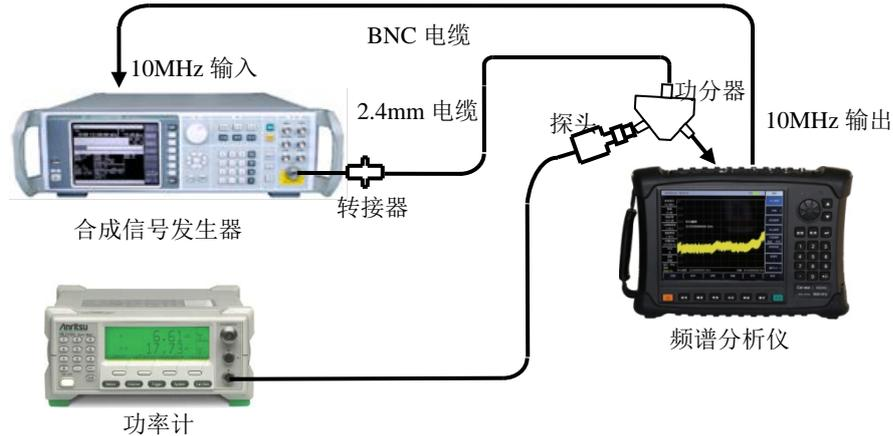

图 13-15 参考电平不确定度与刻度保真度测试设置
- 2) 如图 13-15 连接测试仪器。频谱分析仪为合成信号发生器 1464C 提供频率参考，信号发生器的输出通过功分器分别连接到频谱分析仪和功率探头上。
- 2) 如图 13-15 连接测试仪器。频谱分析仪为合成信号发生器 1464C 提供频率参考，信号源输出端通过功分器分别连接到频谱分析仪射频输入端口和功率探头上。